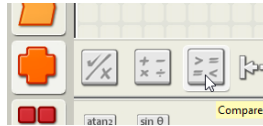

Рис. 4.17. Блок *Compare* в полной палитре
2. номер итерации цикла, поступающий из порта Counter, подаётся на блок сравнения Compare из меню Data (Данные) полной палитры (рис. 4.17);